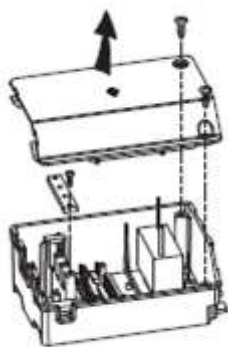
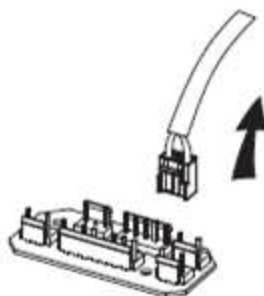

Рис. 1
Рис. 2
- Открутите винты коммутационной коробки и снимите крышку (если установлена прижимная контактная пластина, то она должна быть снята в первую очередь). См. рис. 1. Найдите клемму контакта подсветки и вытащите ее. См. рис. 2.